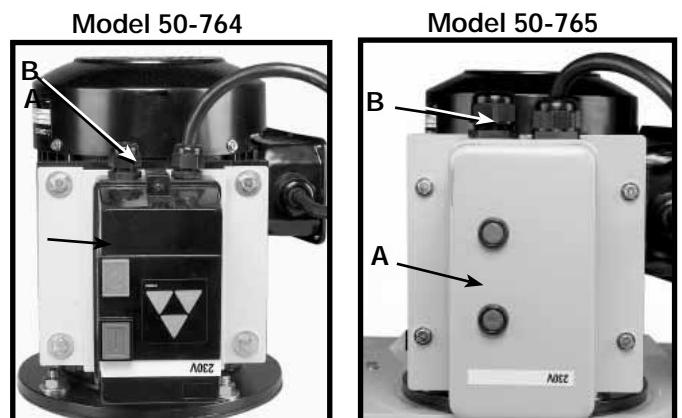
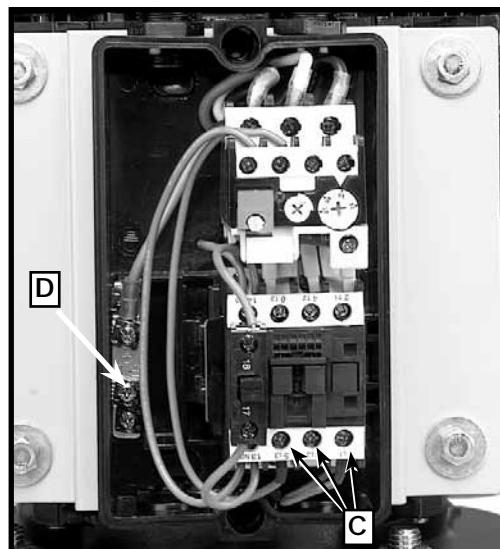

Fig. 14
Fig. 15
1. Pour brancher le dépoussiéreur à un réseau électrique, retirer le couvercle du contrôleur (A) fig. 14.
2. Passer le fil triphasé par le trou d'accès (B) fig. 14, au haut du boîtier du contrôleur et relier les trois fils actifs aux bornes (C) fig. 15, et le fil vert à la vis de mise à la terre (D).
3. Une fois l'appareil branché, s'assurer que le moteur tourne bien dans la bonne direction en observant la direction de la rotation du ventilateur du souffleur. Le ventilateur devrait tourner en sens horaire. Il est possible d'inverser la rotation du moteur en interchangeant n'importe quel deux fils des trois fils actifs entrants qui sont reliés aux bornes (C) fig. 15.
2. Passer le fil monophasé par le trou d'accès (B) fig. 14, au haut du boîtier du contrôleur et relier les deux fils actifs aux bornes (E) fig. 16, et le fil vert à la vis de mise à la terre (F).